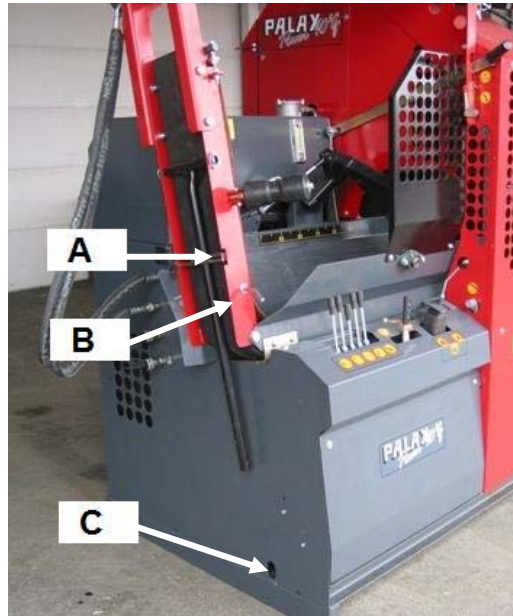

Abb. 2
2.5 Den Verlängerungstisch in die Arbeitsstellung bringen, Abb. 2